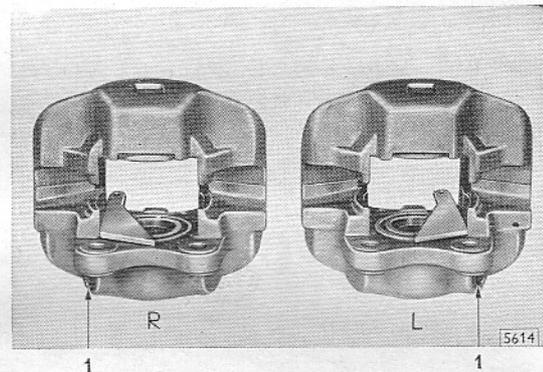

Bild B 28 - Einbaulage der Kolben im Flansch- und Deckelgehäuse des linken und rechten Bremssattels
- Zylinder des eingespannten Sattelgehäuses und Kolben dünn mit Bremszylinderpaste bestreichen. Kolben mit Hohlseite zur Brems-scheibe so weit in Zylinder einsetzen, daß er sich noch drehen läßt. Dann Kolben so drehen, daß die Absätze am Kolben unter einem Winkel von  $20^\circ$ , mit der Kolbeneinstellehre MW 104 geprüft, nach unten außen zu der Seite des Gehäuses zeigen, auf der der Bremsbelag eingesetzt wird (Bild B 28). Als Auflage der Kolbenlehre dient die Führungsfläche des Bremsbelages auf der Seite der Anschlußbohrung (B 28/1) für Bremsleitung.